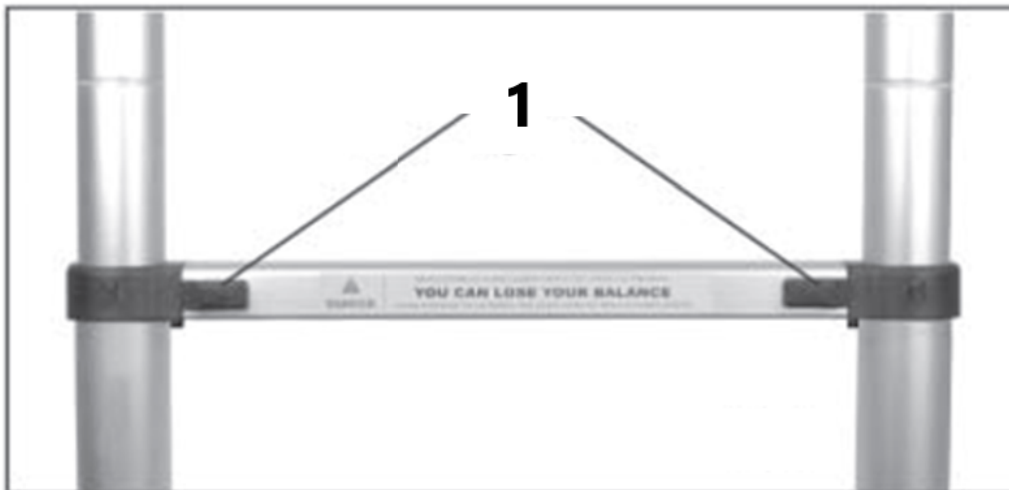

Figura 1.
Pentru a închide scara telescopică, apăsați simultan manetele de blocare (3) (Figura 1 de mai sus) și eliberați-le.